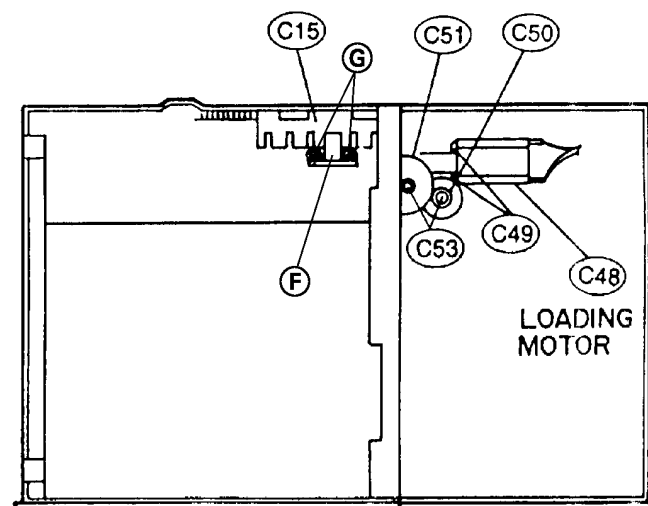

Fig. 3
- Kunststoffscheiben **C53** abziehen (Fig. 3).
- Zahnräder **C50** und **C51** herausnehmen (Fig. 3).
- 2 Schrauben **C49** heraus-schrauben (Fig. 3).
- Loading-Motor **C48** ablöten und herausnehmen (Fig. 3).
- 2 Schrauben **I** heraus-schrauben (Fig. 3).
- Loosen and remove the plastic washers **C53** (Fig. 3).
- Pull off the gear wheels **C50** and **C51** (Fig. 3).
- Undo 2 screws **C49** (Fig. 3).
- Unsolder the Lift Motor **C48** and take it out (Fig. 3).
- Undo 2 screws **I** (Fig. 3).